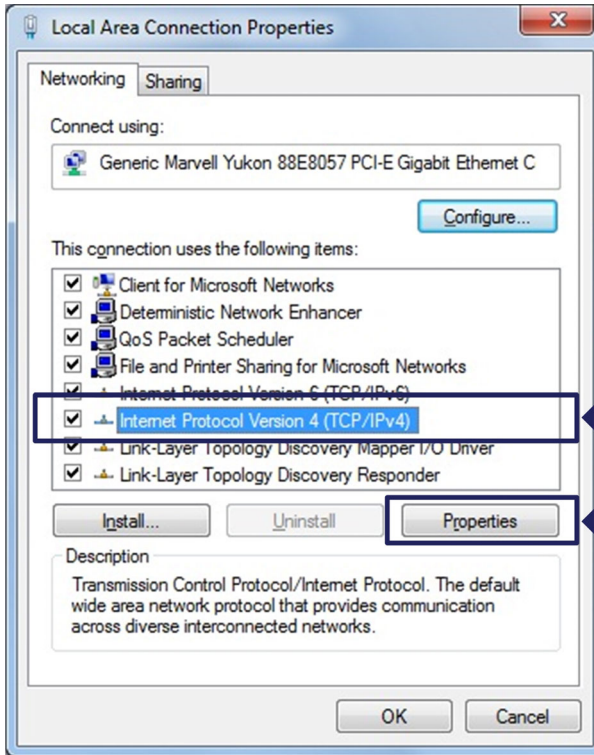

Fig. 3.8 TCP/IPv4
- Sélectionnez le protocole Internet (TCP/IP) et cliquez sur le bouton **Propriétés** (Propriétés) (Fig. 3.8).